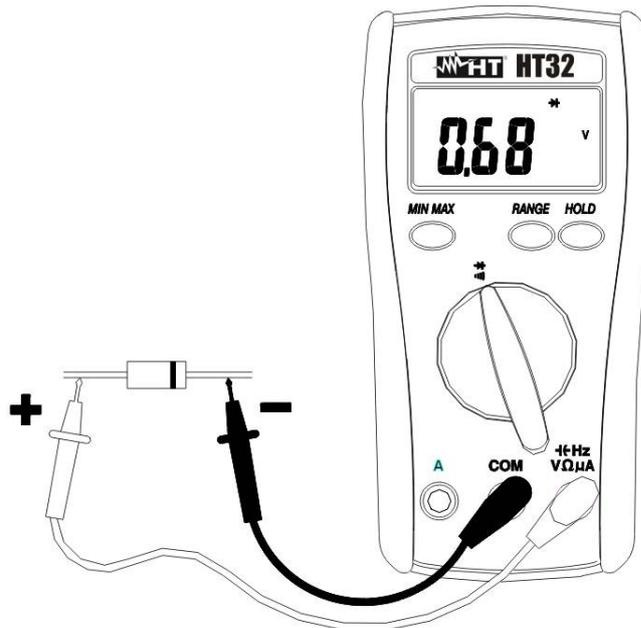

Abb.6: Diodentest
2. Verbinden Sie die Messleitungen wie folgt, die rote in die HzVΩμA Buchse und die schwarze in die **COM** Buchse (Abb. 6).